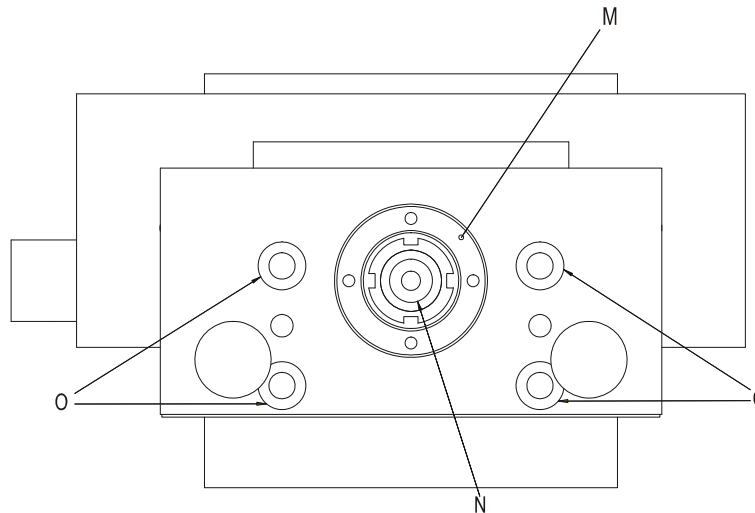

Abbildung 32: Endplatte Spindellagerung
- Senkschraube (**N**) und Gewinding (**M**) entfernen (siehe *Abbildung 32, Seite 33*), (endplattenseitige Montagebohrung in der Spindel zur Konterung)
- Nutmutter entfernen (siehe *Abbildung 32, Seite 33, N*)
- Endplatten durch Lösen der vier Befestigungsschrauben (**O**) entfernen (siehe *Abbildung 32, Seite 33*)
- Linearlager wechseln, Spannklötze wieder aufschieben und mit der Schlittenplatte verbinden, (siehe *Abbildung 32, Seite 33*)
- Senkschraube (N) (siehe *Abbildung 32, Seite 33*) entfernen (endplattenseitige Montagebohrung in der Spindel zur Konterung)
- Senkschraube (**N**) (siehe *Abbildung 32, Seite 33*) entfernen (endplattenseitige Montagebohrung in der Spindel zur Konterung)
- Endplatte durch Lösen der vier Befestigungsschrauben (**O**) entfernen (siehe *Abbildung 32, Seite 33*)
(siehe *Abbildung 32, Seite 33*)